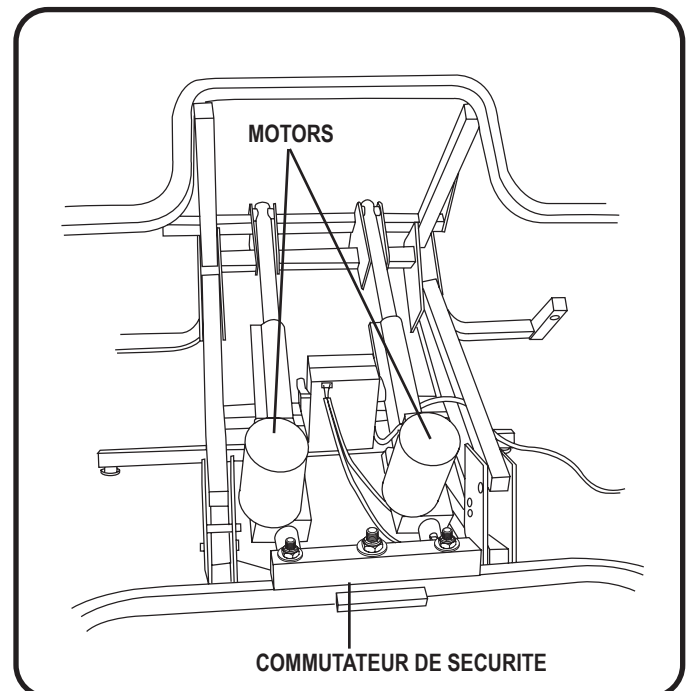

Figure 6.3 Moteurs synchronisés (synchronisation corrigée)
3. Pesez sur le bouton "UP" jusqu'à ce que le fauteuil soit élevé au maximum. Ceci rétablira le réglage du moteur (Fig. 6.3).